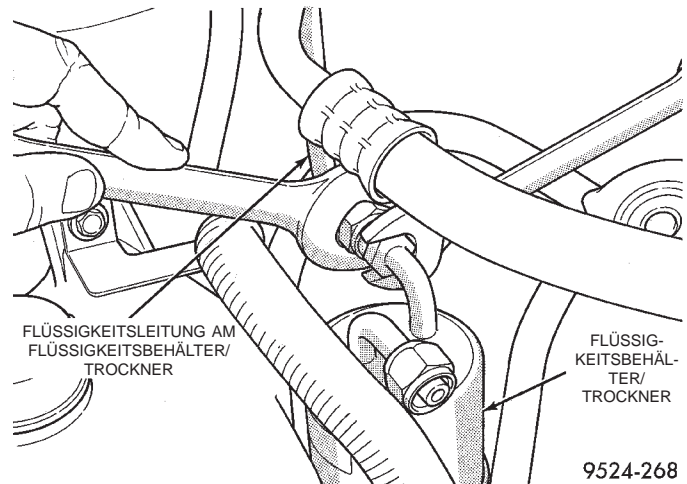

Abb. 60 Flüssigkeitsleitung am Flüssigkeitsbehälter/Trockner
- (4) Flüssigkeitsleitung vom Flüssigkeitsbehälter/Trockner abbauen (Abb. 60).
- (5) Flüssigkeitsleitung aus dem Fahrzeug nehmen.